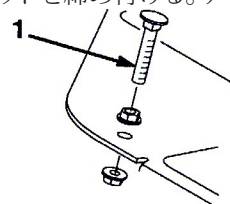

図 53
1. 走行ペダルを踏み込んでみてください。ケーブルに張力が掛かる前にペダルがストップ(図53)に当たる場合には調整が必要です。
- A. ペダル・ストップをフロア・プレートに固定しているフランジヘッド・ロックナットをゆるめる(図53)。
本機のカッティングユニット昇降回路にはフローコントロールバルブ (図53) があります。このバルブは出荷時に約3回転の開度に調整されていますが、作動油温度、作業速度などにより調整が必要になる場合があります。以下の手順で調整します：